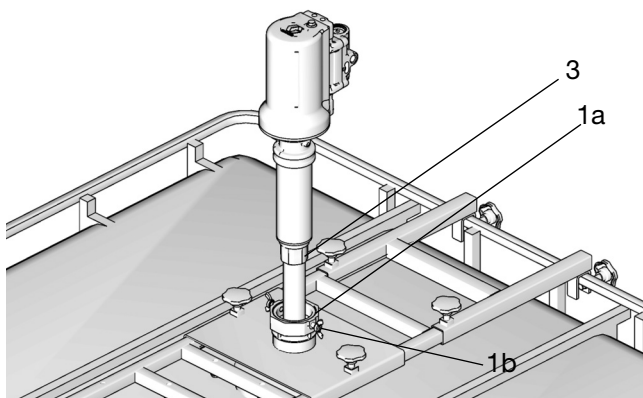

Рис. 11
Модели с цилиндрической резьбой BSPP рассчитаны на то, что уплотнение будет осуществляться за счет входного фильтра насоса, и для них не требуется использовать резьбовой герметик. При использовании таких моделей вставьте всасывающую трубку или шланг (3) в корпус входа насоса (1) (Рис. 11).
3. Вставьте всасывающий патрубок (3) насоса в бак через адаптер на отверстие бочки (1а) (Рис. 11). Зафиксируйте положение насоса, затянув винты с прокладками (1b) (Рис. 11).